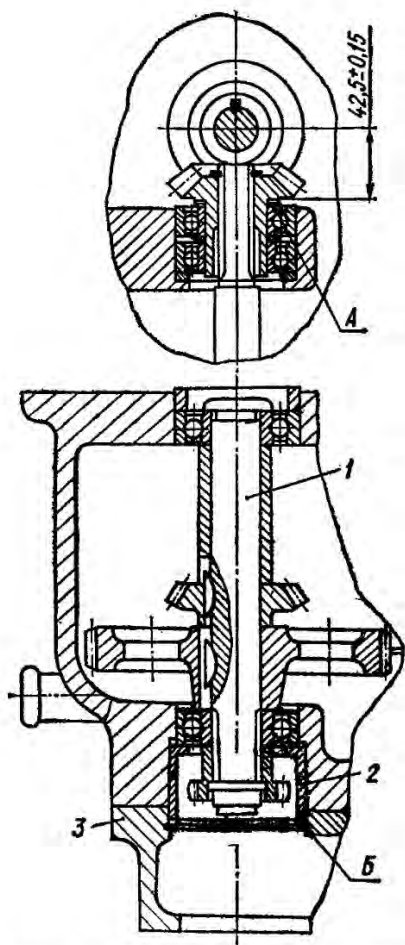

Рис. 93. Регулировка привода насоса гидравлической системы КПП трактора Т-150К:
14. В случае замены шестерни в приводе насоса гидросистемы КПП трактора Т-150К надо правильно отрегулировать установку шестерни (рис. 93):